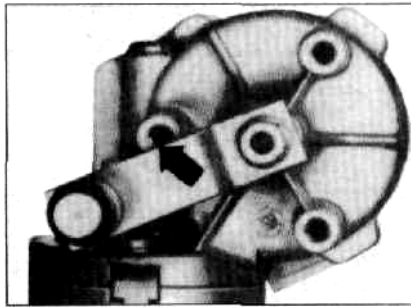

Рис. 10.48 Положение регулировки шатуна двигателя стеклоочистителя при опущенных дворниках (Глава 31)
- 5 Сборка производится в обратной последовательности. Если установлен новый двигатель стеклоочистителя, включите зажигание и запустите двигатель на некоторое время перед тем как переключать их. Двигатель - теперь в припаркованном положении и кривошип должен быть установлен на шпиндель в положении как показано на Рис. 10.48.